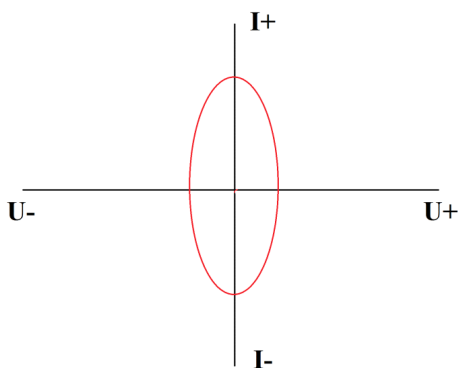

Рисунок 38. График ВАХ конденсатора.
- ВАХ конденсатора имеет форму эллипса (Рисунок 38).